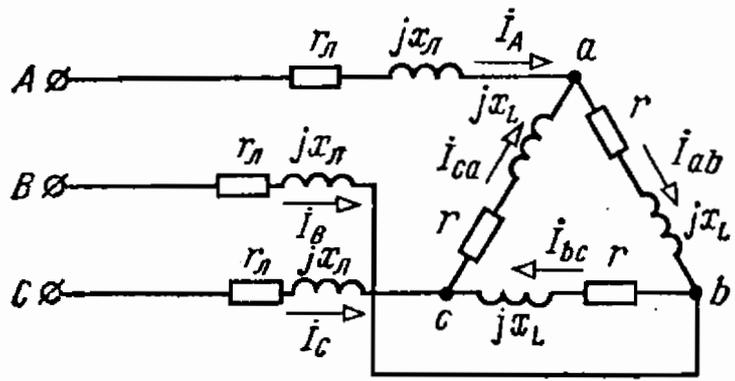

Рис. 6.22
6.22. Определить ток в линии, ток и напряжение приемника, соединенного треугольником (рис. 6.22), если известны сопротивления фаз приемника $r=6$ Ом, $x=9$ Ом и сопротивления линии $r_{\Sigma}=1$ Ом, $x_{\Sigma}=2$ Ом. Линейное напряжение на входе сети 220 В.